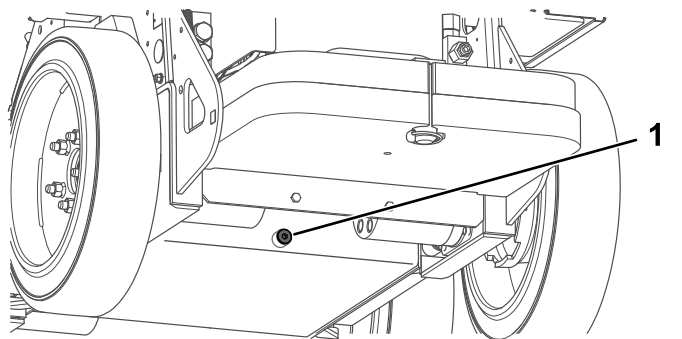

Figura 37
5. Scoateți bușonul de golire din partea inferioară a rezervorului hidraulic și lăsați uleiul să se scurgă complet (Figura 37).